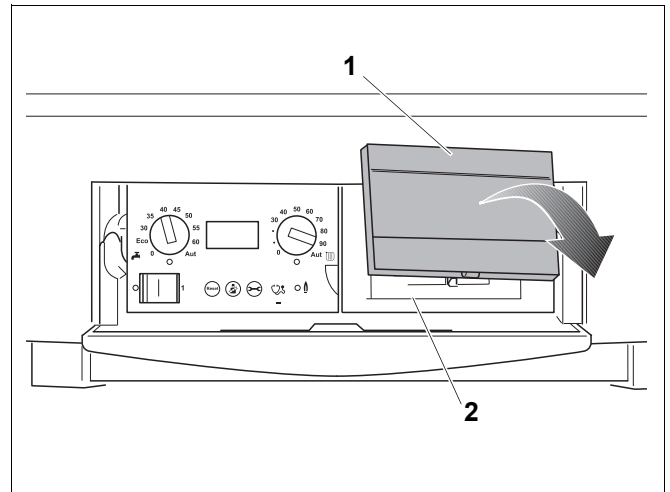

Bild 30 Ta bort skyddet och montera rumsmanöverpanelen ModuLine 400 som utetemperaturstyrd styrenhet i värmepannan (endast vid utetemperaturstyrd drift)
- Ta bort skyddet (bild 30, pos. 1).
- Montera ModuLine 400 på polen (bild 30, pos. 2).